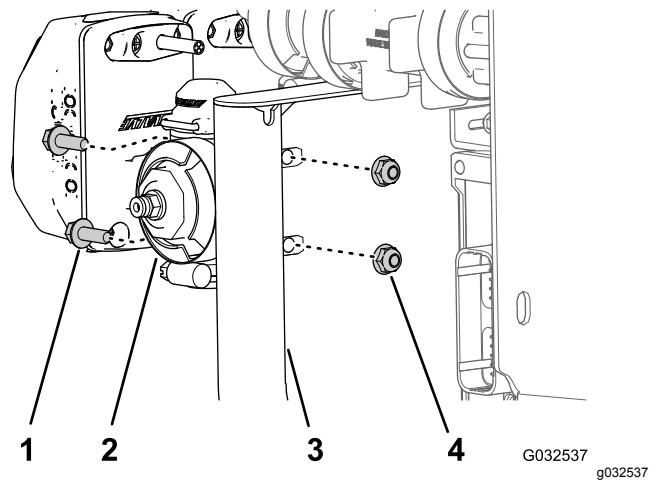

Figura 92
3. Monte a válvula do bico 10 na montagem da válvula (Figura 92) com os 2 parafusos de cabeça flangeada (1/4 x 3/4 pol.) e as 2 porcas de bloqueio flangeadas (1/4 pol.) que retirou no passo 2 de Desmontar as válvulas da secção da rampa da montagem do coletor \(página 29\).